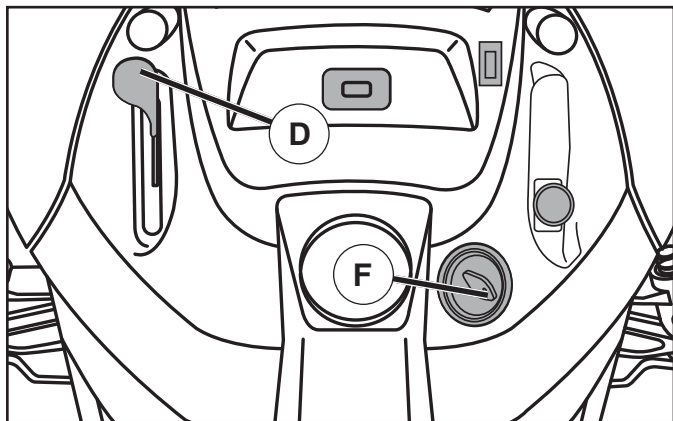

Fig. 19
- Mueva el control de aceleración (D) a la posición lenta.
- Gire la llave de ignición (F) a la posición de apagado "STOP" y remueva la llave al abandonar el tractor para evitar el uso no autorizado.
### PARA USAR EL CONTROL DE LA ACELERACIÓN (D) (Vea Fig. 19)
## MOVERSE HACIA ADELANTE Y HACIA ATRÁS (Vea Fig. 19)